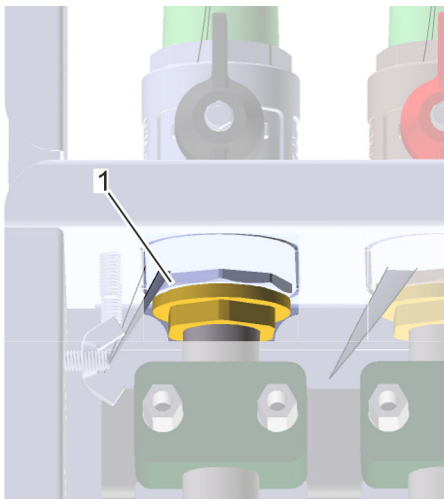

Abb. 39: Rohre verschrauben
- 7.** ➤ Verschraubungen der Rohre (Abb. 39/1) mit einem Rollgabelschlüssel anziehen.